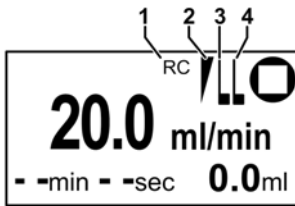

Fig. 59: Pantalla principal RC
La conexión del control externo se muestra en el display de la pantalla principal con el símbolo "RC" (1) (véase la Fig. 59).